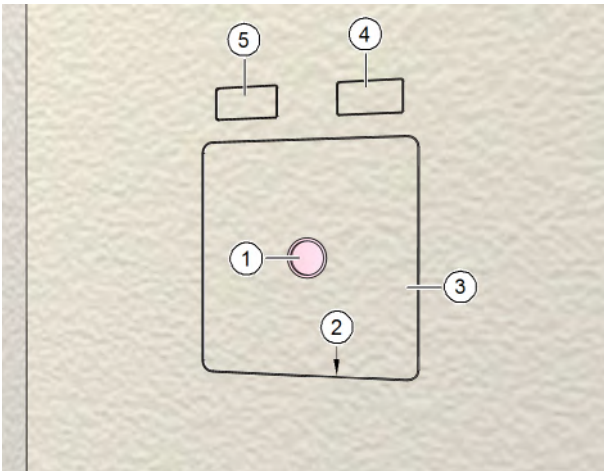

Abb. 27: Mauerkasten innen verputzt
- ▶ Entfernen Sie den Signaldeckel (Pos. 1 in Abb. 27).
- ▶ Ritzen Sie mit einem Messer den Putz an der Innenseite des Putzrahmens (Pos. 2 in Abb. 27) ein.
- ▶ Entfernen Sie vorsichtig den Putzschutzdeckel (Pos. 3 in Abb. 27).
- ▶ Entfernen Sie die Putzschutzdeckel über dem Zuluft- (Pos. 4 in Abb. 27) und / oder Abluftkanal (Pos. 5 in Abb. 27).